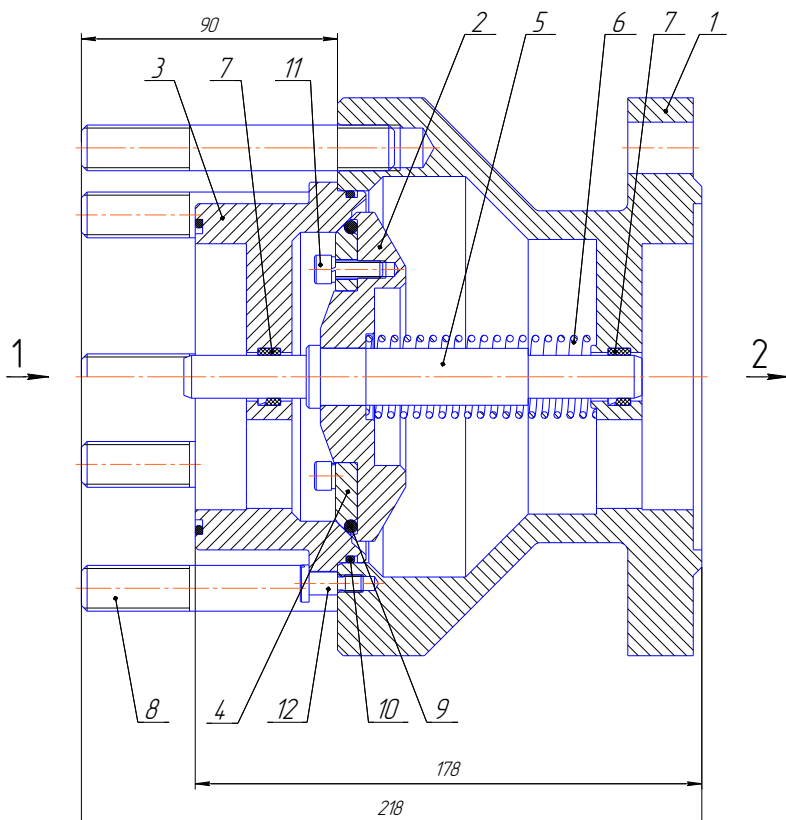

Рис. 2. Устройство обратной герметичности УОГ
Устройство обратной герметичности, далее УОГ, состоит из следующих основных узлов и деталей (см. рис.2): корпуса 1, затвора 2 с уплотнительным кольцом 9 и прижимным фланцем 4, переходника 3, направляющей оси 5, пружины 6 и уплотнительного кольца 10. УОГ соединяется с корпусом клапана посредством шпилек 8.
**6.2.5** По умолчанию клапан поставляется с кабельными вводами D12 или D18 (рис.2а). **Датчик СЕНС-ДКП имеет кабельный ввод D12 не зависимо от исполнения клапана.**